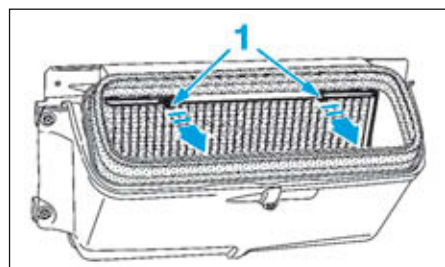

FIG.1
- Appuyer sur les languettes (1) (Fig.1).
- Clipper le filtre habitacle à l'aide des languettes (1) (Fig.1).